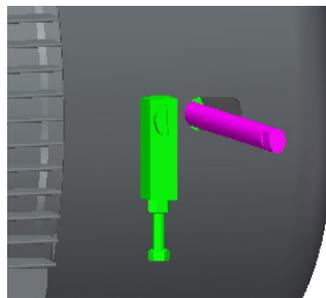

图 3.4-3 松开手动释放杆
1. 将止动螺栓旋出，直至制动器能够完全落回到未释放位置。止动螺栓和手动释放杆之间的距离必须 $\geq 2\text{mm}$ （如图3.4-3所示）。